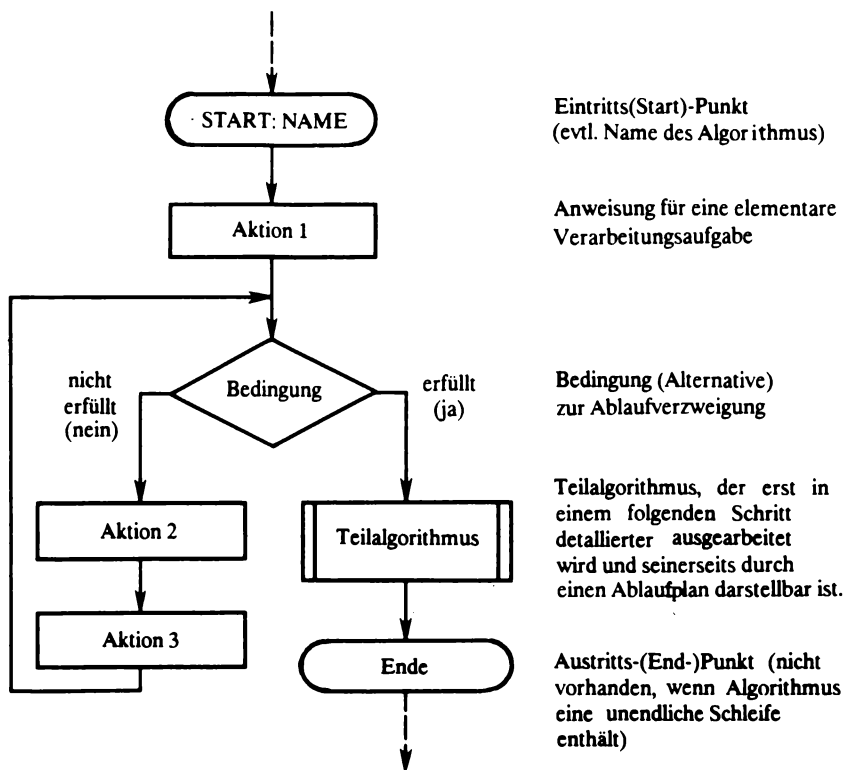

Abb. 19. Ablaufplan zur Darstellung eines Algorithmus mit Hilfe von Sinnbildern
2. Zur Darstellung eines Algorithmus existieren verschiedene Verfahren. Am verbreitetsten ist dabei die Darstellung als Ablaufplan (auch: Programmablaufplan, PAP). Abb. 19 zeigt ein Beispiel, das alle verwendbaren Sinnbilder enthält und erläutert.
den vorhergehenden Befehl anschließt. (Im Beispiel Abb. 19 ist damit nur ein solcher unbedingter Sprungbefehl erforderlich – Rücksprung nach Ausführung der Aktion 3.)
8. Найдите на рис. 19 процедуры условного и безусловного перехода. Проверьте правильность вашего ответа с помощью текста.